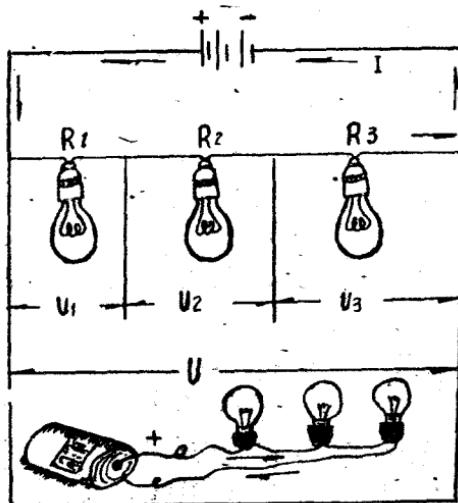

图 7 串联电路
1. 串联：串联就是把两个以上的用电部分，象穿珠子串一样和电源联接起来，使电流只在一条线路上流，如图 7。